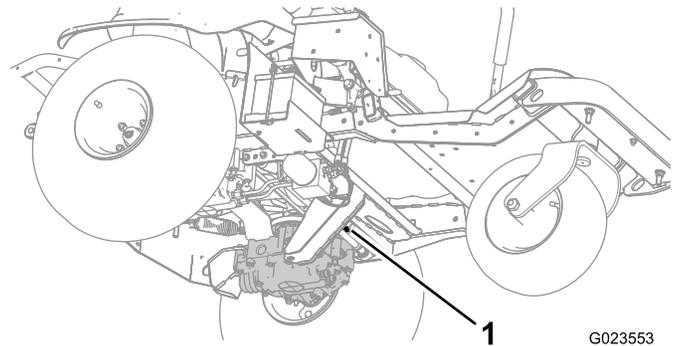
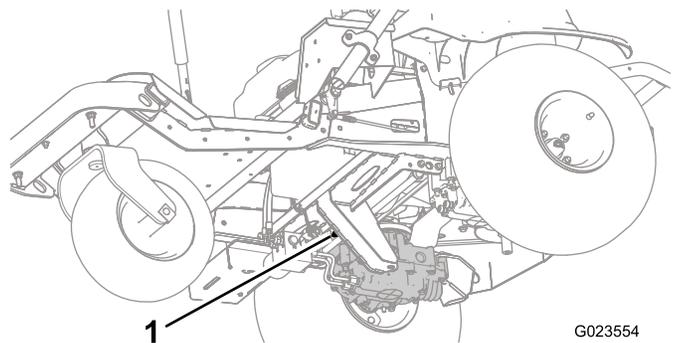
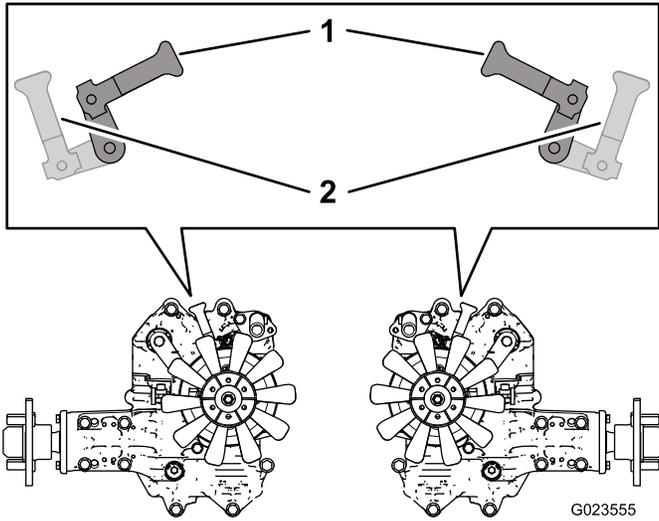

图28
图29
图30
3. 从机器下方，旋转旁通阀控制杆（图28和图29），让它们朝内指向机器中心（图30），并释放手刹；请参阅松开手刹（页码21）。
4. 当您完成推动或拖曳机器时，旋转旁通阀控制杆，让它们指向机器前方，令机器可以驾驶（图30）。